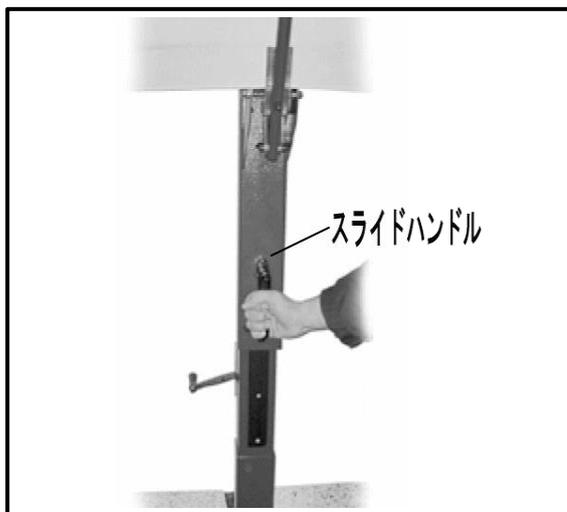

図.8
- ① スライドボックスのハンドルを握り、ゆっくりと上にスライドさせます。(図.8)
- ② 止めたい任意の位置のあたりで、スライドボックスのセンターボタンを押しながら、1~2cm 上下にスライドさせます。
- ③ その際に左のサイドボタンが突出すれば固定が完了されます。
- ④ 傾斜角度を変更する場合、スライドボックス横のサイドボタンを押して、固定を解除してください。
- ⑤ ②の動作を繰り返すことにより傾斜角度を調整することができます。